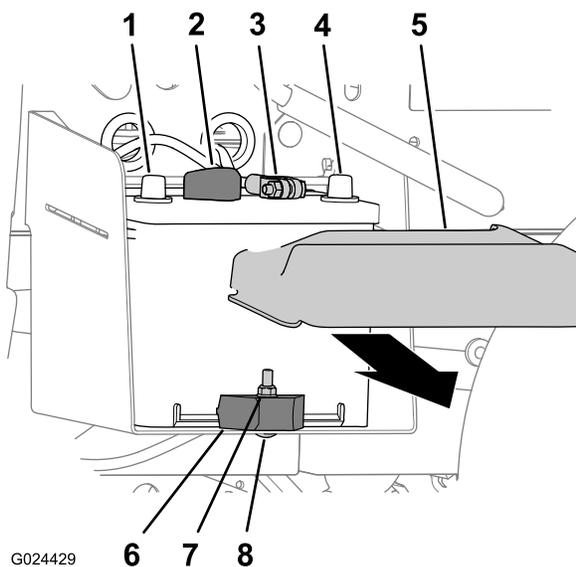

Figura 40
1. Apriete los lados de la tapa de la batería y retire la tapa de la parte superior de la batería (Figura 40).
- Desconecte el cable negativo de la batería del borne de la batería (Figura 40).
- Desconecte el cable positivo de la batería del borne de la batería (Figura 40).
- Retire la contratuerca, el perno de cuello cuadrado y la abrazadera que sujetan la batería a la bandeja de la batería (Figura 40).
- Retire la batería de su bandeja (Figura 40).
- Alinee la batería con la bandeja de la batería de la máquina (Figura 40).
Nota: Asegúrese de que los bornes positivo y negativo de la batería están alineados según se muestra en Figura 40.
- Sujete la batería a la bandeja de la batería con la abrazadera, el perno de cuello cuadrado y la contratuerca (Figura 40).
- Conecte el cable positivo de la batería al borne de la batería (Figura 40).
- Conecte el cable negativo de la batería al borne de la batería (Figura 40).
- Instale la tapa de la batería en la parte superior de la batería (Figura 40).